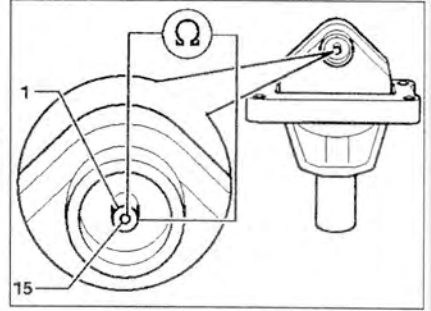

Рис. 2.96. Проверьте первичное сопротивление обоих трансформаторов между клеммами 4 и 15 с помощью мультиметра.
23. Проверьте первичное сопротивление обоих трансформаторов между клеммами 4 и 15 с помощью мультиметра (рис. 2.96). **Заданное значение:** 0.3-0.8 Ом.